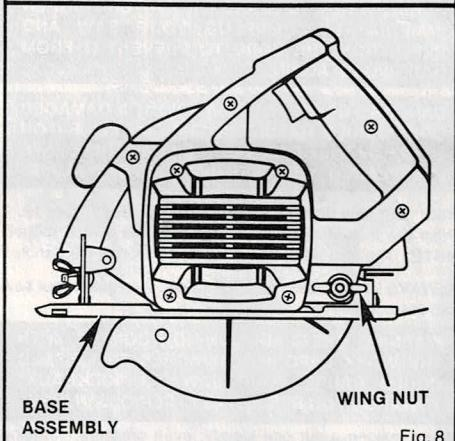

Fig. 8
2. Loosen wing nut. See Figure 8.